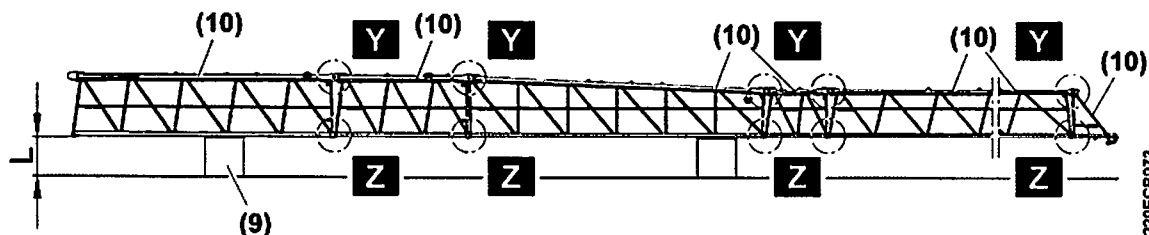

Fig. 261: Auslegerteile montieren
Die Laufkatze kann nur in den Ausleger geschoben werden, wenn mindestens 2,0 m Bodenfreiheit unter dem Ausleger vorhanden ist. (siehe: Fig. 261, Seite 303)
- Auslegerteile mit genügend Bodenfreiheit (Maß L beachten) zusammensetzen. (siehe: Fig. 261, Seite 303)
- ▶ Laufkatze als zusätzliche Auflage nutzen: Ausleger-Zwischenstück mit genügend Bodenfreiheit (Maß L beachten) auf Auflage positionieren. (siehe: Fig. 261, Seite 303)